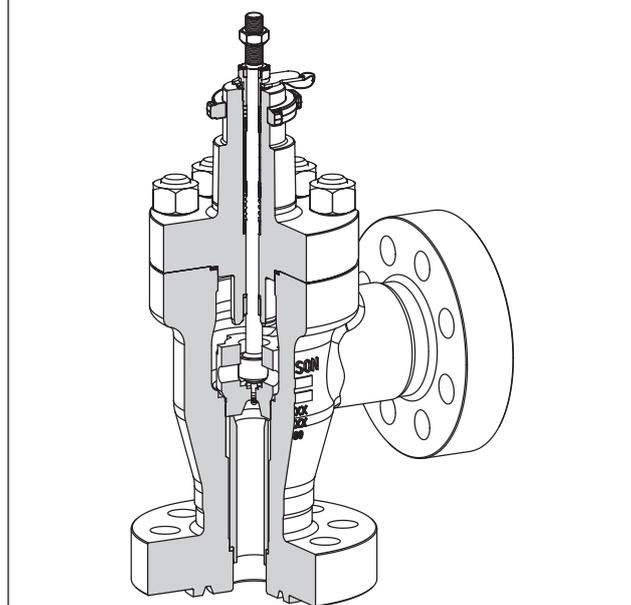

Bild 2: Eckventil Typ 3256 mit Garnitur ZT-1-II
- **Garnitur ZT-1-II für Typ 3256** (Bild 2) · Eckventil bis DN 80 und PN 400 (NPS 3 und Class 2500) · vgl. Tabelle 1 · vgl. Typenblätter ▶ T 8065 und ▶ T 8066